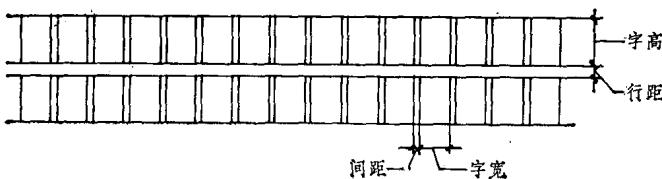

图 1-21
1.字体格式：为了保持字体长宽整齐，书写时应先打好字格。字格高宽比例，一般为3:2，为了使字行清楚，行距应大于字距（图1-21）。字体的号数即字体的高度（单位为毫米），分为20、14、10、7、5、3.5、2.5，但图纸中常用的为10、7、5三种，一般以不小于4毫米为宜。